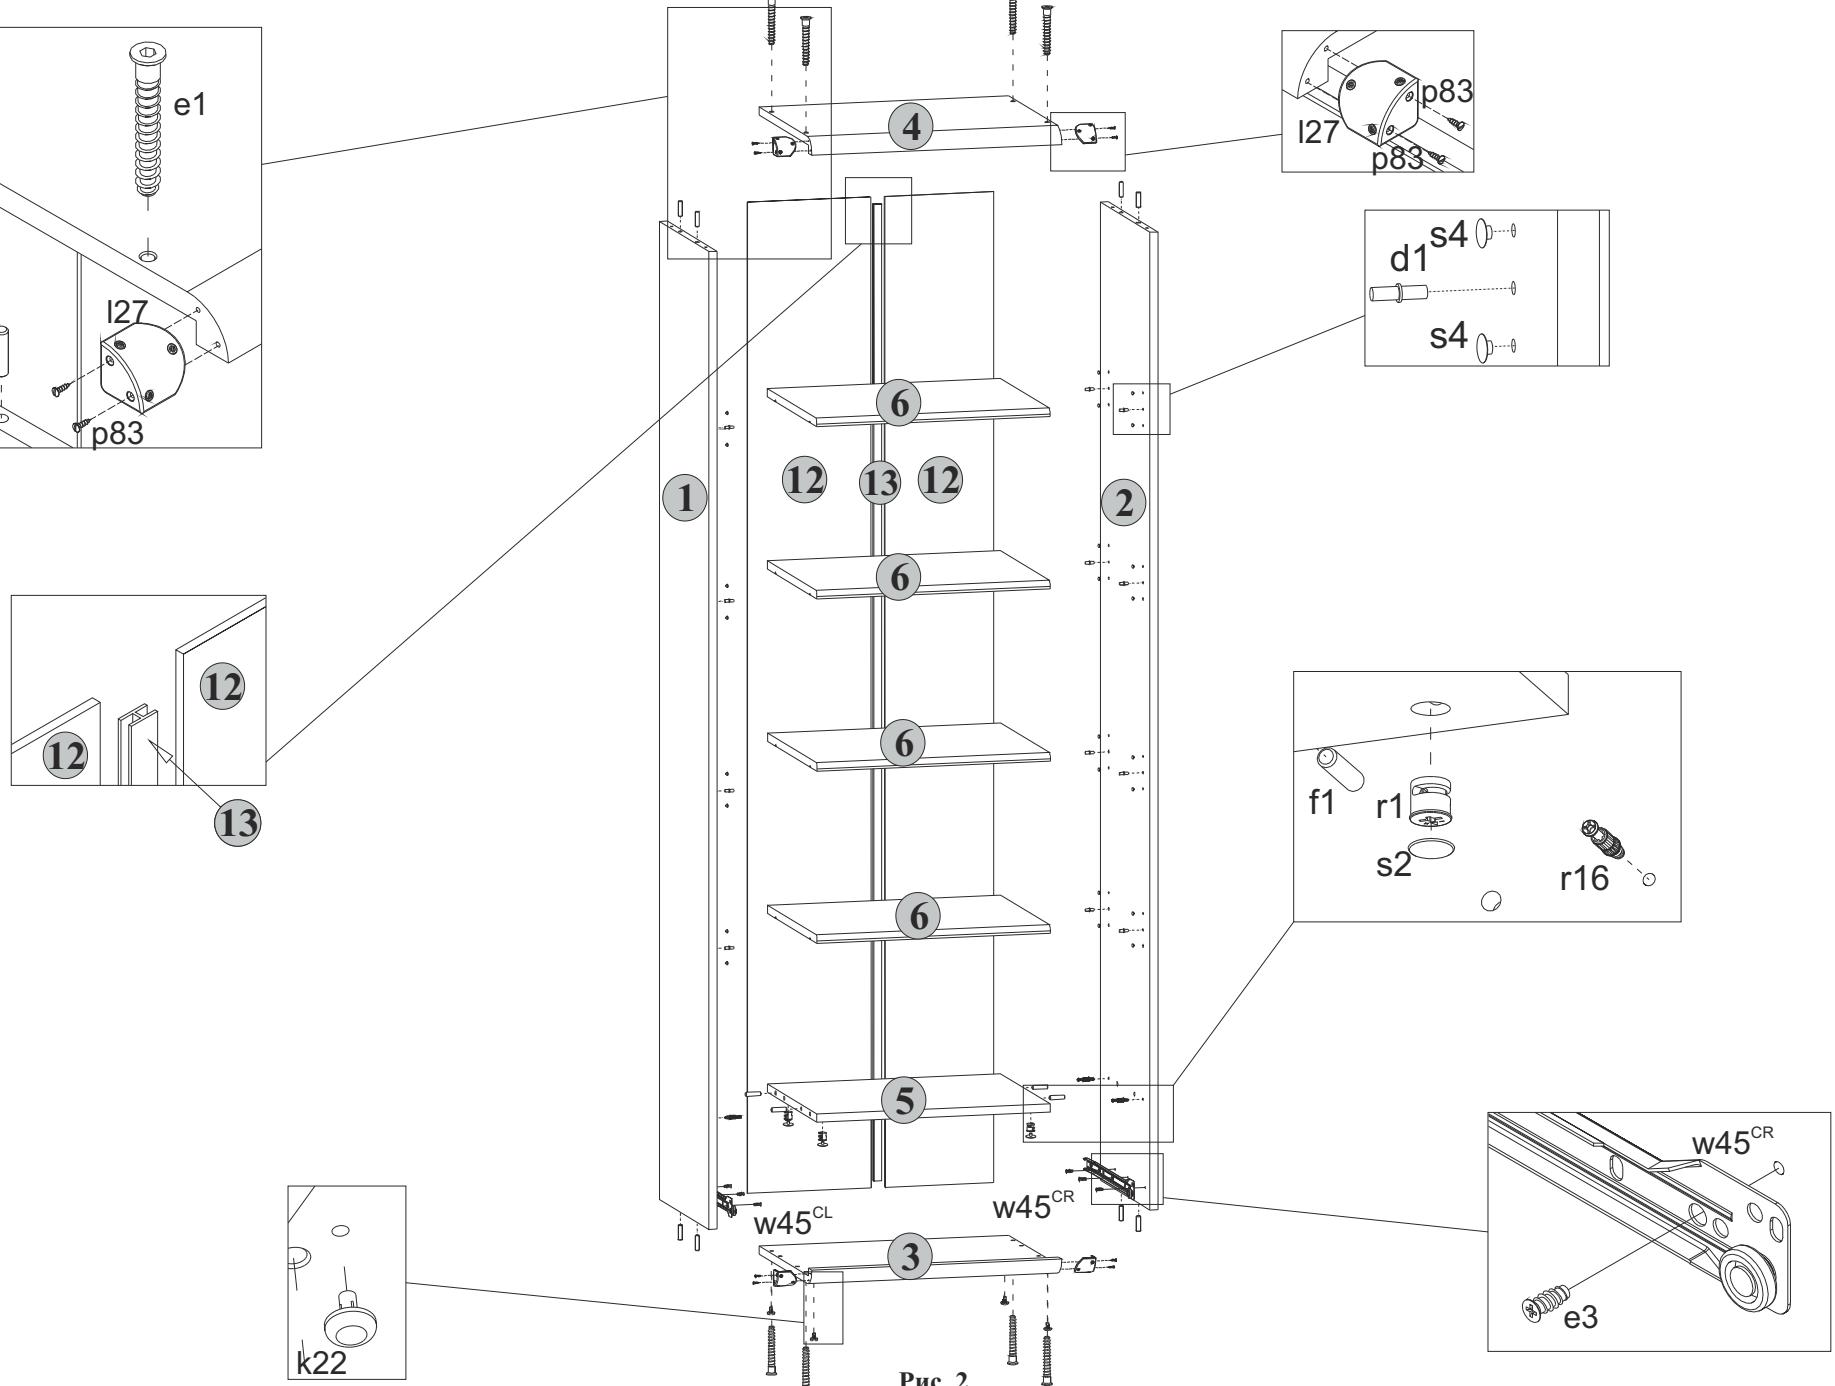

Рис. 2
5.4 В отверстия диаметром **5** мм над направляющими **w45^{CL}** и **w45^{CR}** на внутренних поверхностях стенок боковых **1** и **2** вкрутить винты стяжки **r16**, пользуясь крестообразной отверткой (см.рис. 2).
5.5 В остальные отверстия диаметром **5** мм на внутренних поверхностях стенок боковых **1** и **2** в зависимости от уровня расположения полок вкладных вставить полкодержатели **d1**. Оставшиеся отверстия закрыть заглушками **s4** (см.рис. 2).
5.6 На нижней поверхности полки соединительной **5** в отверстия диаметром **15** мм вставить стяжки эксцентриковые **r1** (см.рис. 2).
5.7 В отверстия диаметром **4,5** мм на нижней поверхности щита нижнего **3** вставить опоры полимерные **k22** (подпятники) (см.рис. 2).
5.8 К стенкам боковым **1** и **2** присоединить щиты нижний **3** и верхний **4** и стянуть еврошурупами **e1**, пользуясь специальным ключом **z1** из комплекта фурнитуры (см.рис. 2).
5.2 В отверстия диаметром **8** мм на верхних и нижних кромках стенок боковых **1** и **2**, а также на боковых кромках полки соединительной **5** вбить деревянные шканты **f1** (см.рис. 2).